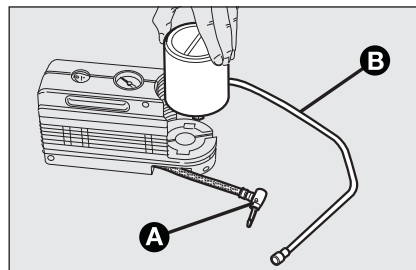

fig. 18
- ☐ disinserire l'innesto **A**-fig. 18;